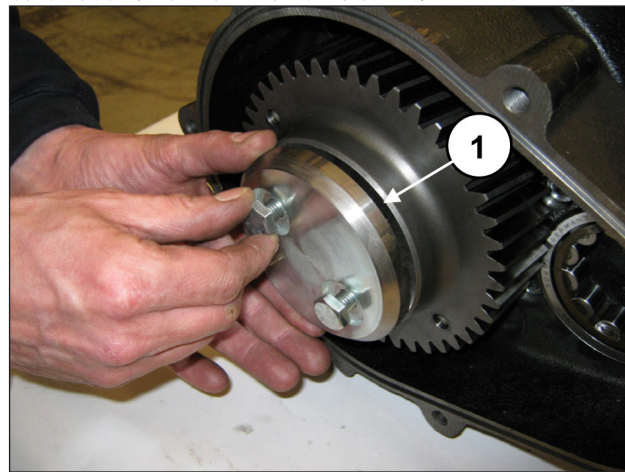
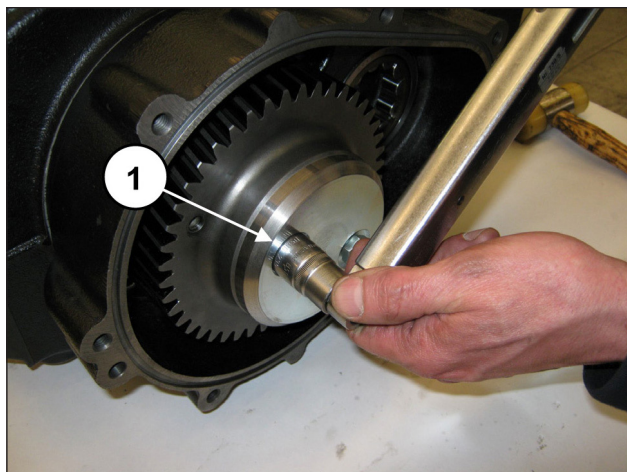

图 78
图 79
使用2个M10x25螺丝固定齿轮冠止动器（位置①，图 78）。利用扭力扳手调节螺丝，如第3章所述（位置①，图 79）。